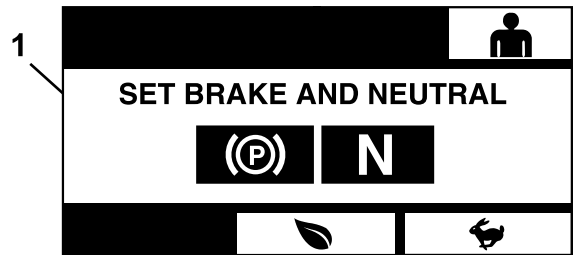

Figura 22
- A. Seleccione “Sí” cuando el módulo se lo indique (ver Figura 22) para iniciar el proceso de regeneración.